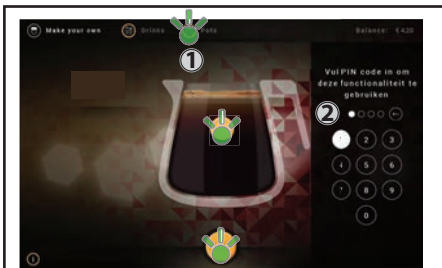

Fig. 4.9 - "Bægre"
1. Tryk på øverste højre ikon "Bægre" (1) på berøringsskærmen, når dispenseren er i leveringstilstand (fig. 4.9).
2. Indtast PIN-koden (2), hvis det er relevant (fig. 4.9).